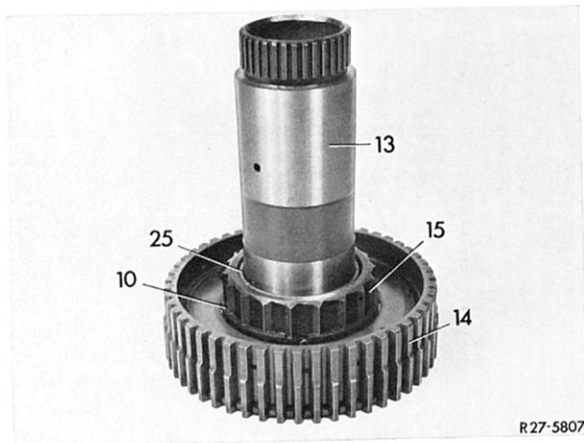

Bild 27-2/14
Anm.: Ab 1. Juli 1970 wird ein Freilauf (15) mit Spreng ring (10) auf dem Innenring eingebaut (Bild 27-2/14). Der Freilauf darf nur in Verbindung mit dem Abstützflansch (48) mit eingedrehtem Nut (49) eingebaut werden (Bild 27-2/15). Dadurch verändert sich das Axialspiel des Sonnenrades vom mittleren Planetenradsatz.